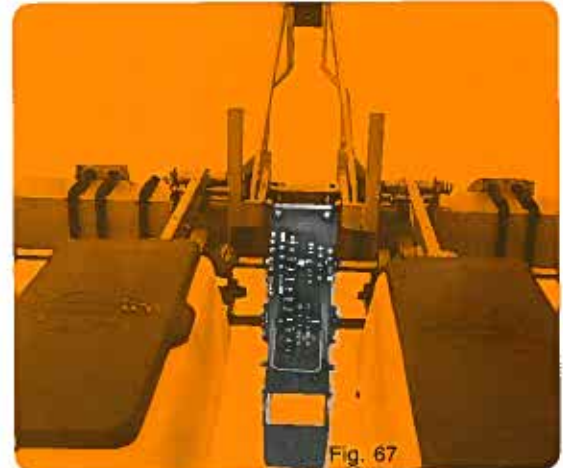

Fig. 67
- Montage pour semoir de 35-40 cm d'inter-rangs (fig. 67) en supprimant les 2 paliers (4).
Montage für Sämaschinen mit Reihenabstand von 35-40 cm (Abb. 67). Bei dieser Stellung sind beide Lager (4) zu entfernen. Ein besonders schmales Spezialwechselgetriebe wird bei einem Reihenabstand von 25-30 cm geliefert. Siehe Montage und Gebrauch (siehe Seite 7).
- Assembly for planters with 35-40 cm (14-15") inter-row spacing (fig. 67): remove the 2 bearings (4).
Montaje para sembradora de 35-40 cm de distancia entre hileras (fig. 67) quitando los 2 cojinetes (4). Un modelo especial de caja viene entregado en el caso de una sembradora con distancia entre hileras reducida de 25-30 cm: véanse instrucciones de montaje y uso página 7.